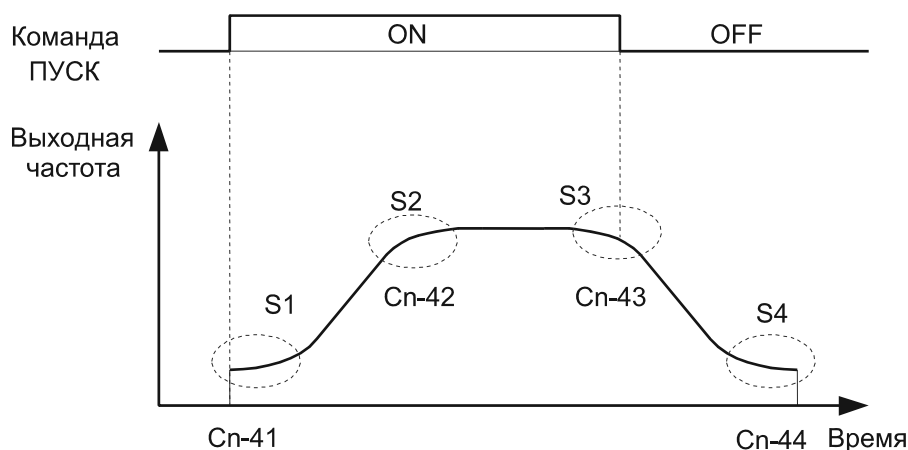

Рис. 26. S-кривая
- Использование функции S-кривой для ускорения и замедления может снизить ударную нагрузку механизма при остановке и запуске. Раздельно программируются времена для начала ускорения, окончания ускорения, начала замедления и окончания замедления. См. рис. 26.